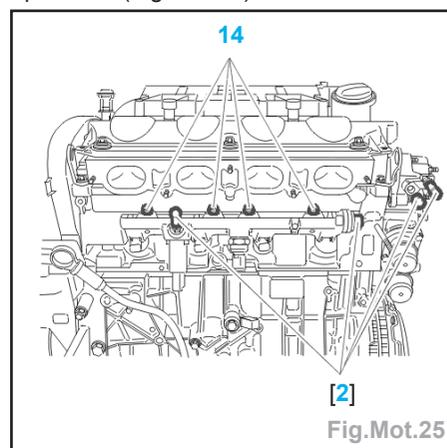

Fig.Mot.25
- les écrous (10) de la cale acoustique,
- le tuyau (12),
- l'insonorisant (13) de la rampe d'injection.
Impératif : à l'aide des outils [2], obturer les raccords sur les tuyaux (11), la rampe d'injection (12) et la pompe haute pression (Fig.Mot.25).